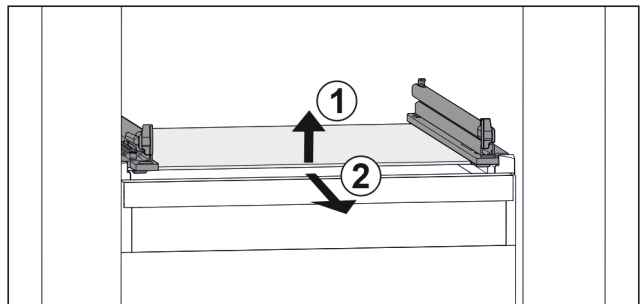

Fig. 93 Примерное отображение стеклянной пластины
- ▶ Приподнимите стеклянную пластину спереди. Fig. 93 (1)
- ▶ Извлеките стеклянную пластину движением вперед. Fig. 93 (2)